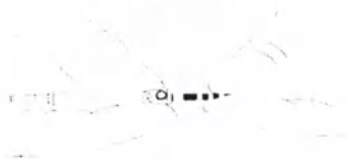

Рисунок 2. Подключение адаптера Precision S8 к электроду St. Jude (Abbott).
7. Чтобы вставить электрод в адаптер, одной рукой возьмитесь за его дистальный конец рядом со стопорным винтом, а другой — за матрицу проксимального контакта электрода (Рисунок 2). Не перегибая, осторожно, по одному контакту, протолкните электрод в адаптер. Во время введения не держите электрод выше матрицы контакта.